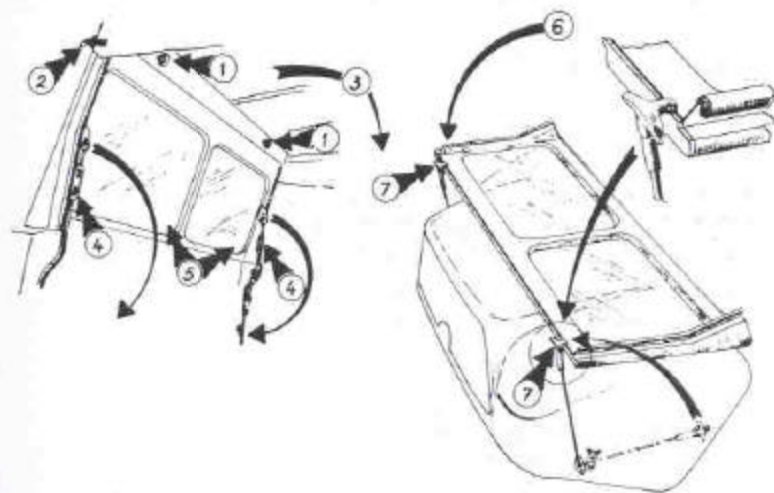

Fig. 11. — Rabattement du pare-brise
Cette manœuvre ne doit être faite que si le pare-brise est en position dressée et maintenu par ses tendeurs (4, fig. 11).
25. *Rabattement du pare-brise* (fig. 11).